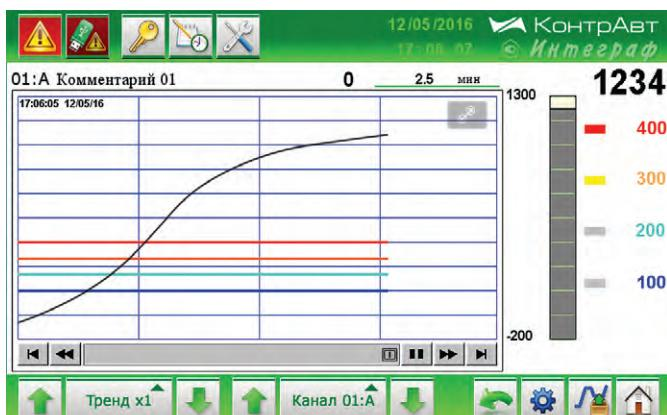

Рис. 6. Экран Тренд x1
- Тренд x1 – одноканальный тренд измеренного аналогового сигнала и 4 уставок компараторов одного канала (рис. 6). Отображаемая информация: значение измеренного сигнала в